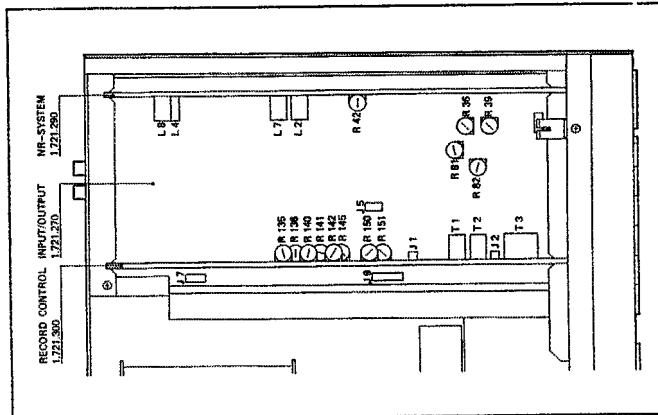

Fig. 5.1
- Induktivitäten L2 und L4, auf Platine NR-SYSTEM, auf minimale Spannung am Ausgang abgleichen. Dämpfung muss ≥ 30 dB betragen (Fig. 5.1)
- mit dem Trimmstellschalter R42 (auf der Platine NR-SYSTEM) Ausgangspegel des rechten Kanals auf den Wert des linken Kanals einstellen (Fig. 5.1)